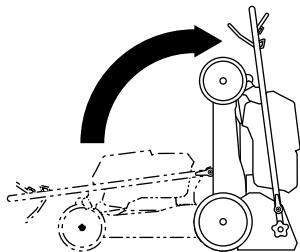

Figura 17
5. Levante la parte delantera de la máquina con el manillar y llévela al lugar de almacenamiento (Figura 17).